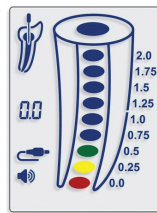

Fig. 10
- 5.4.13. Um segmento de cor vermelha no interior da imagem do canal radicular (Fig. 10) e um tom de áudio constante indicarão que foi alcançado o forame apical (0,0). Determine o comprimento obtido eletronicamente usando uma régua endodôntica. Para estabelecer o comprimento de trabalho, subtraia de 0,5 a 1,0 milímetro do comprimento obtido electronicamente.